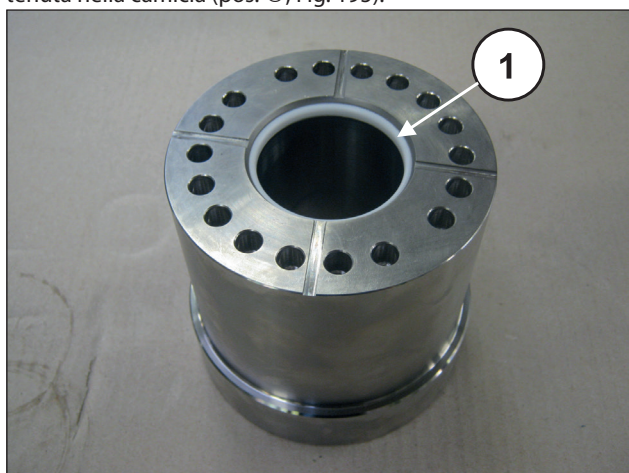

Fig. 195
Per il rimontaggio dei vari componenti invertire le operazioni facendo particolare attenzione alle sequenze sotto elencate; per i valori delle coppie di serraggio e per la sequenza di serraggio rispettare le indicazioni riportate nel paragrafo 3. Inserire il supporto guarnizione tenuta nella guarnizione tenuta nella camicia (pos. ①, Fig. 195).